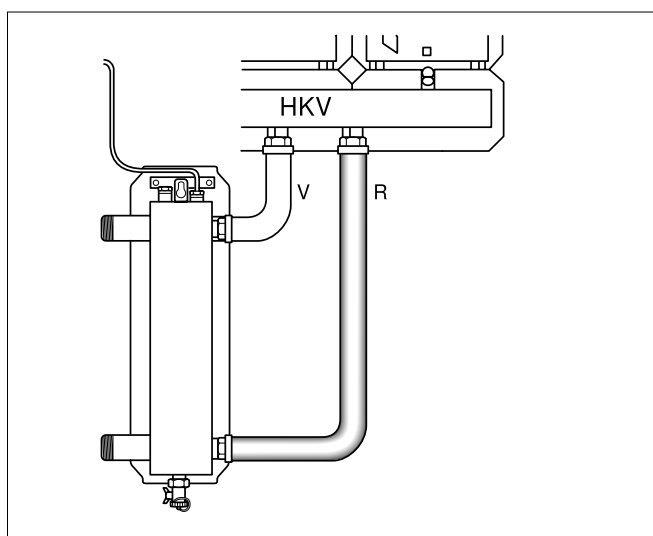

Fig. 9 Tubo di ritorno
- Avvitare il dado di raccordo del tubo di ritorno (fig. 9, pos. R) con guarnizione piatta al ritorno del collettore di distribuzione del circuito di riscaldamento.